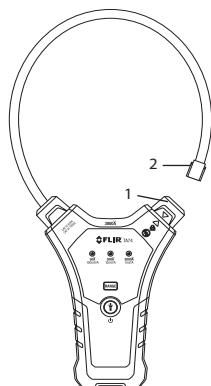

Fig. 5-2 Klembekvergrendeling
5. Draai de klemvergrendeling (1) tegen de klok in om de klem (2) los te maken. Zie Fig. 5-2.
7. Bevestig de spoeltip van de flexibele klemsonde (2) aan de vergrendeling (1) en maak vast door de klemvergrendeling met de klok mee te draaien. Zie Fig. 5-2.